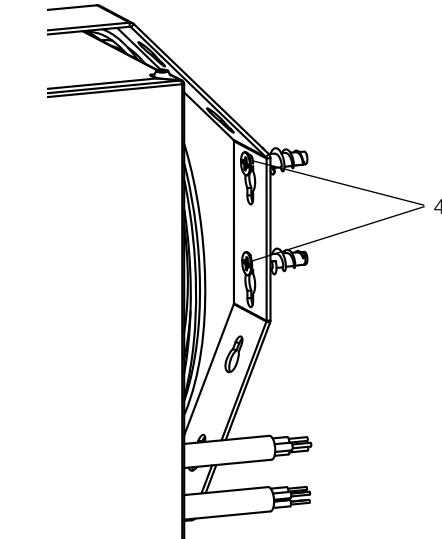

Рис.6 – Паз фиксации на кронштейне подвеса.
2) Подвесить прибор (1) совместив шляпки дюбель-гвоздей (2) (не входят в комплект поставки) с проходными отверстиями на кронштейне подвеса (3) (Рис. 5) Сместить в паз для фиксации (4). (Рис. 6)